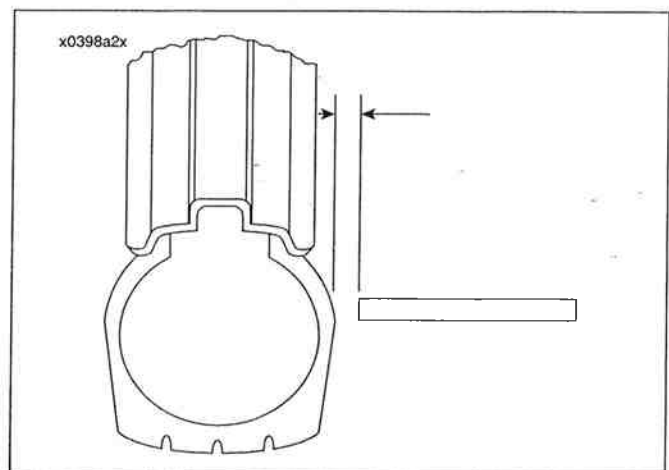

Figura 2-70. Revisión del descentramiento lateral del neumático
1. Vea la Figura 2-70. Gire la rueda en el eje y mida el desplazamiento desde un punto fijo a la pared lateral del neumático.